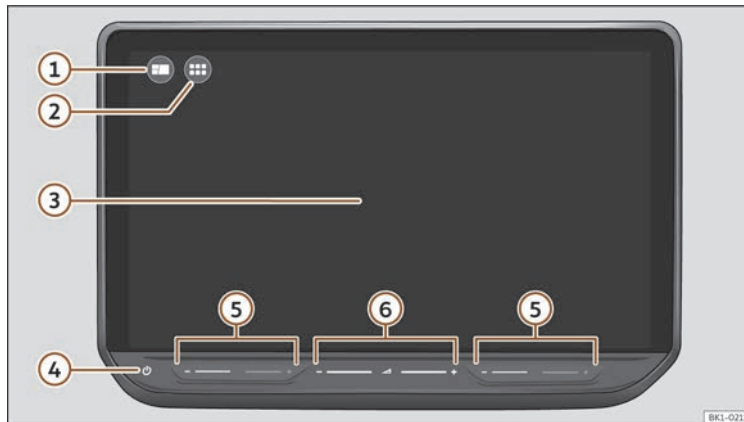

Abb. 159 Übersicht: Schalteinheit.
Gestalten Sie das übergeordnete Menü und die Ansicht HOME >>> (Abb. 159) ① individuell, um schnell auf die bevorzugten oder am häufigsten verwendeten Funktionen zuzugreifen.